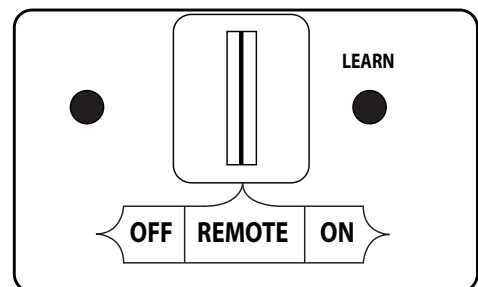

Fig. 20-2 Détail récepteur de télécommande (REMOTE)
1. Assurer la veilleuse est allumée. Ensuite, localisez le commutateur à 3 positions sur le récepteur de la télécommande (voir Fig. 20-2), Et faites glisser le commutateur sur la position **REMOTE**.